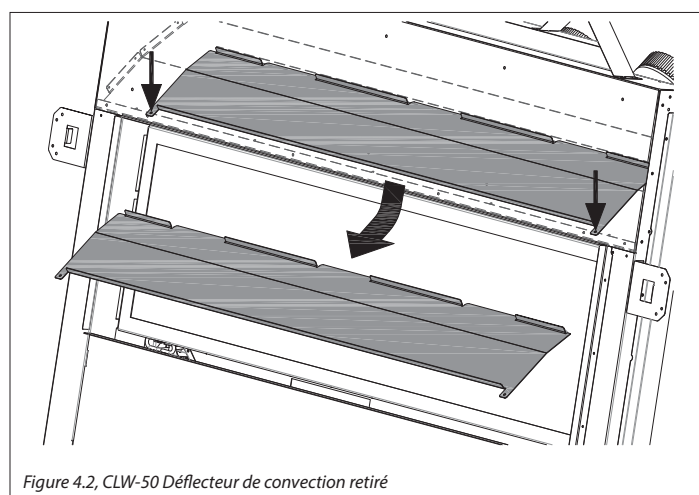

Figure 4.2, CLW-50 Déflecteur de convection retiré
CLW-50: Le déflecteur est fixé par (2) vis, juste derrière le bord supérieur de l'ouverture du foyer (voir Figure 4.2).